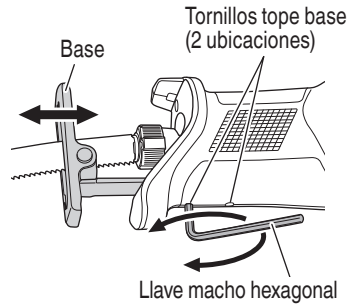

Fig. 12
5. Cómo ajustar la base (Fig. 12)